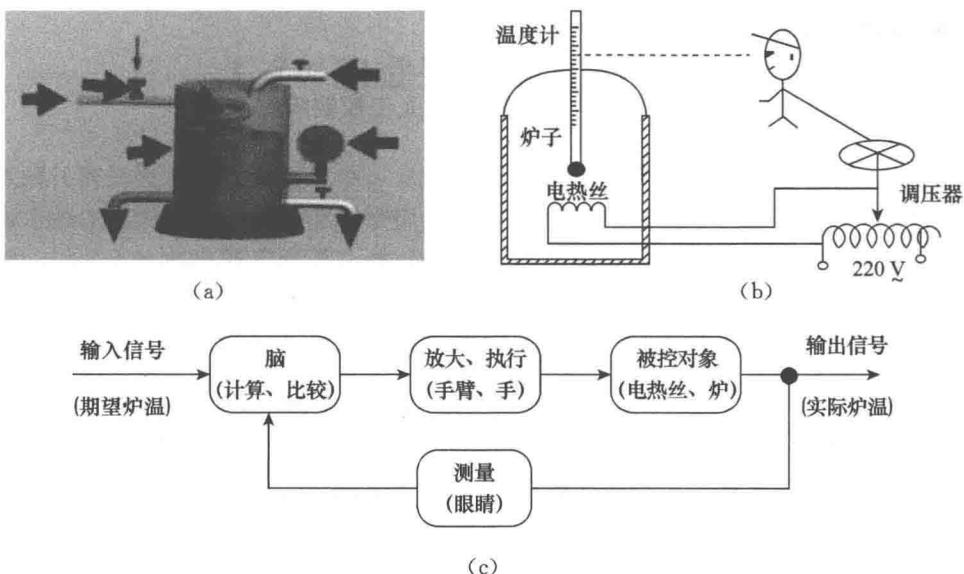

图 1-1 水温人工控制系统
(1) 水温人工控制系统：手动调节阀门的开度，从而调节蒸汽的流量，以此来控制水的温度，如图 1-1 所示。